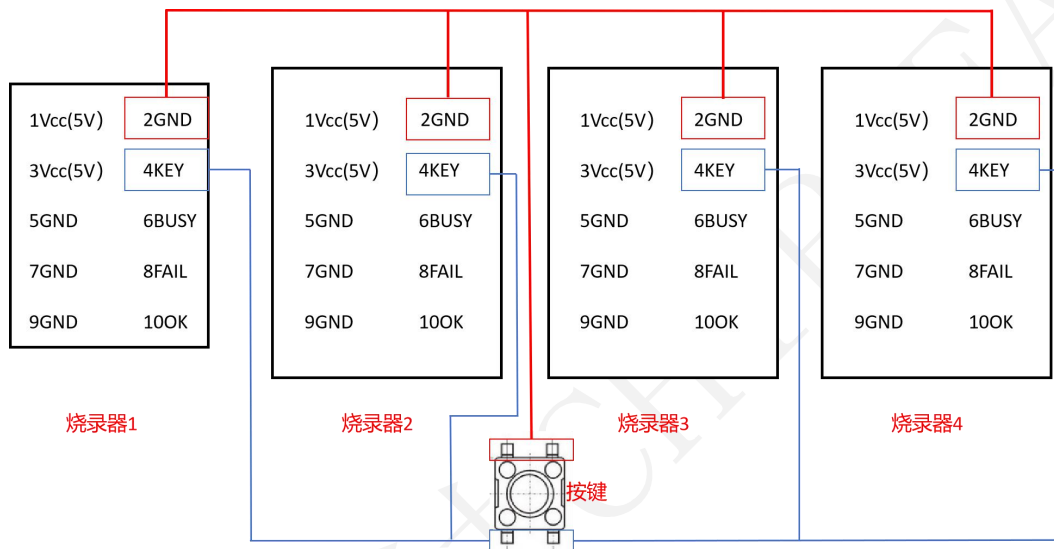

图 1 一拖四硬件连接图
一拖四硬件连接如图 1 所示。将四个烧录器的 2 号引脚 GND 连在一起，4 号引脚 KEY 连在一起。增加一个机械开关两端分别接 2 号引脚和 4 号引脚。烧录器与芯片接线图如图 3 所示。
b. 按照图 1 连接四台烧录器，按照图 3 连接芯片与每台烧录器。